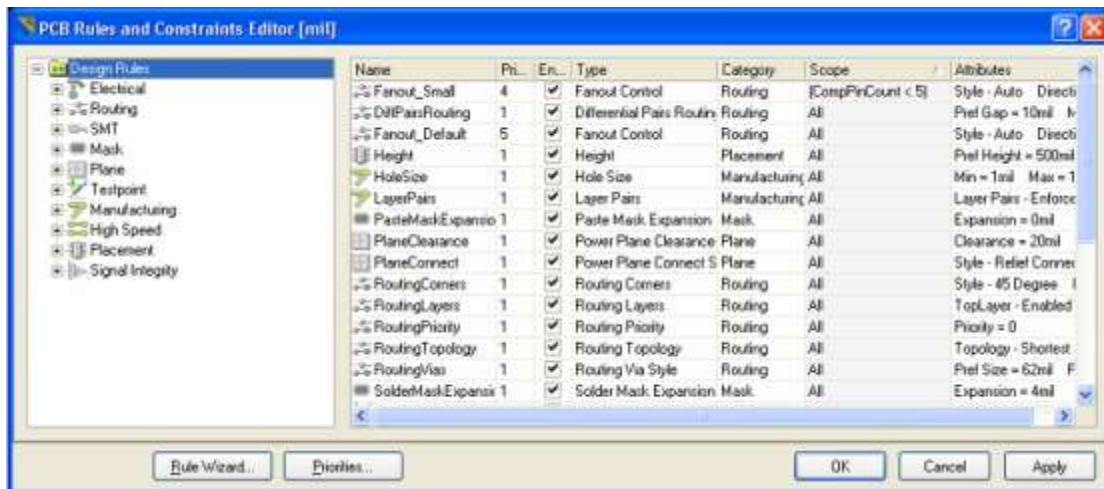

图 4.19 设计规则
2、如图 4.19，PCB 规则和约束限制编辑器对话框就会出现。每个规则类显示在对话框左边 Design Rules 文件夹的下面。双击 Routing 扩展，看到相关的布线规则。然后双击 Width，显示宽度规则。